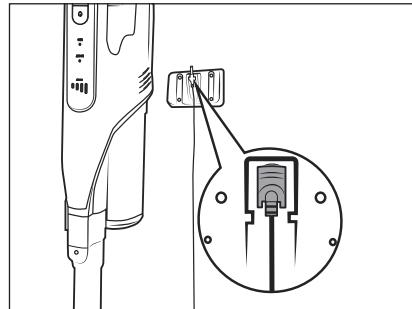

Fig. 6
- ◆ Sæt støvsugeren i vægholderen **18** ovenfra, så hulstikket **11** går ind i ladestedet **3** på undersiden af produktet. Batteriindikatoren **27** begynder at blinke, og opladningen starter (se fig. 6 og 7).